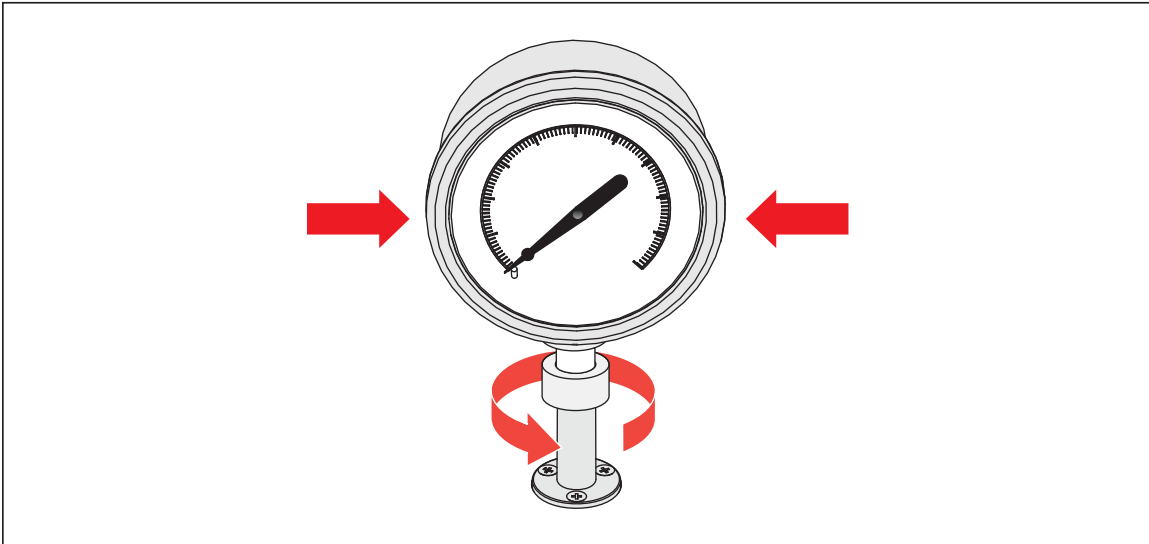

Figura 9 . Apriete del medidor
4. Sujete el instrumento con firmeza, mientras gira el adaptador de medición en el SENTIDO CONTRARIO A LAS AGUJAS DEL RELOJ hasta que encaje en la junta tórica, consulte la Figura 9.